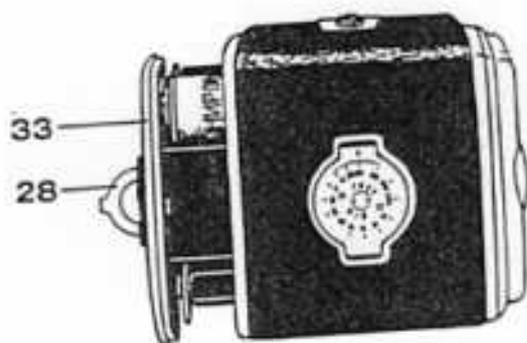
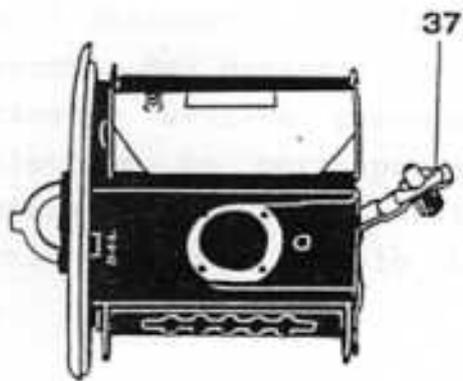

Fig. 13
Fig. 14
Aprire quindi il magazzino (fig. 13) e togliere il portarulli (33). Fissare la carta di protezione con la linguetta gommata, sollevare (fig. 14) il braccio del supporto (37) ed estrarre l'intera pellicola. Trasferire il rocchetto debitore, ormai vuoto, dalla parte del rullo creditore, cioè sotto il braccio con il perno zigrinato.